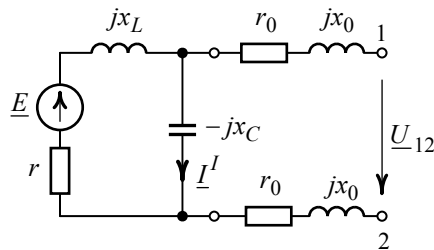

Рис. 8.14
2. Определим ЭДС генератора \underline{E}_r , которое равно комплексу действующего напряжения \underline{U}_{12} относительно зажимов разомкнутой ветви с нагрузочным сопротивлением \underline{Z}_H (рис. 8.14):